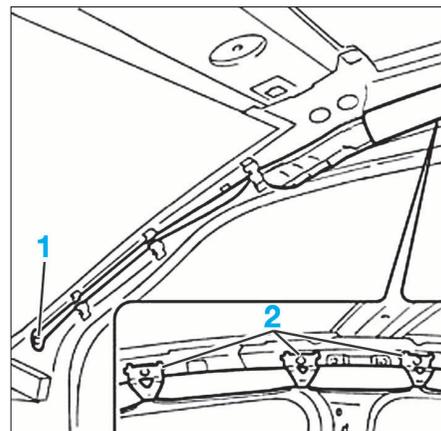

FIG. 14
- Déposer les vis de fixation (1) et (2) (Fig.14).